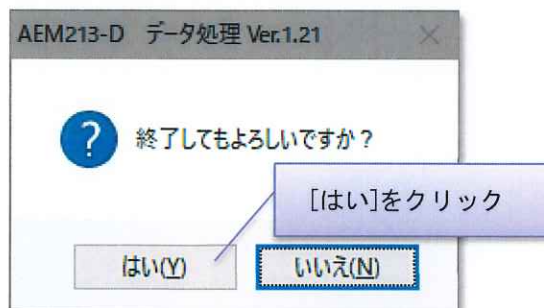

図 4.4 確認のダイアログ
(2) 確認のメッセージが表示されますので[はい]をクリックします。(図 4.4)